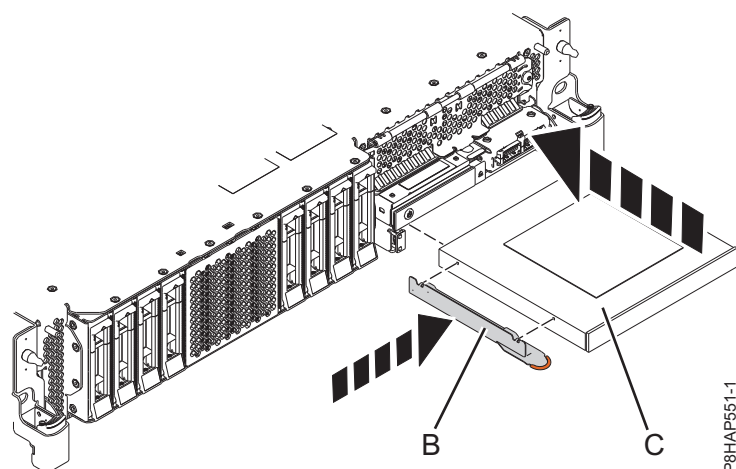
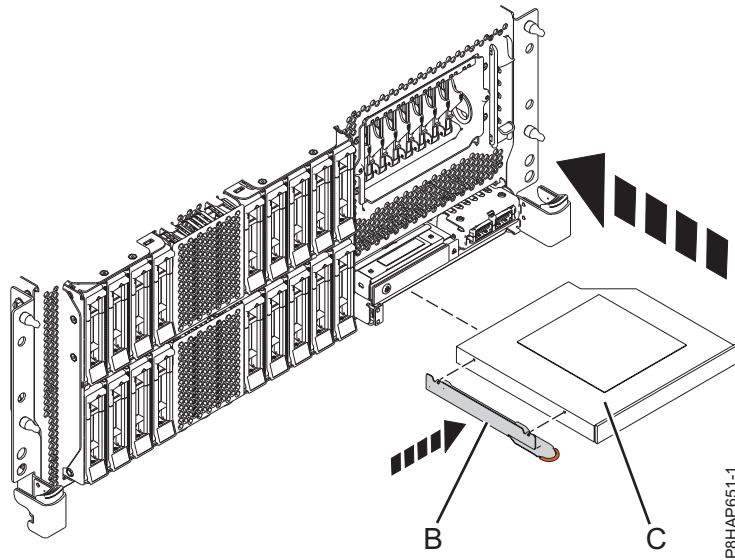
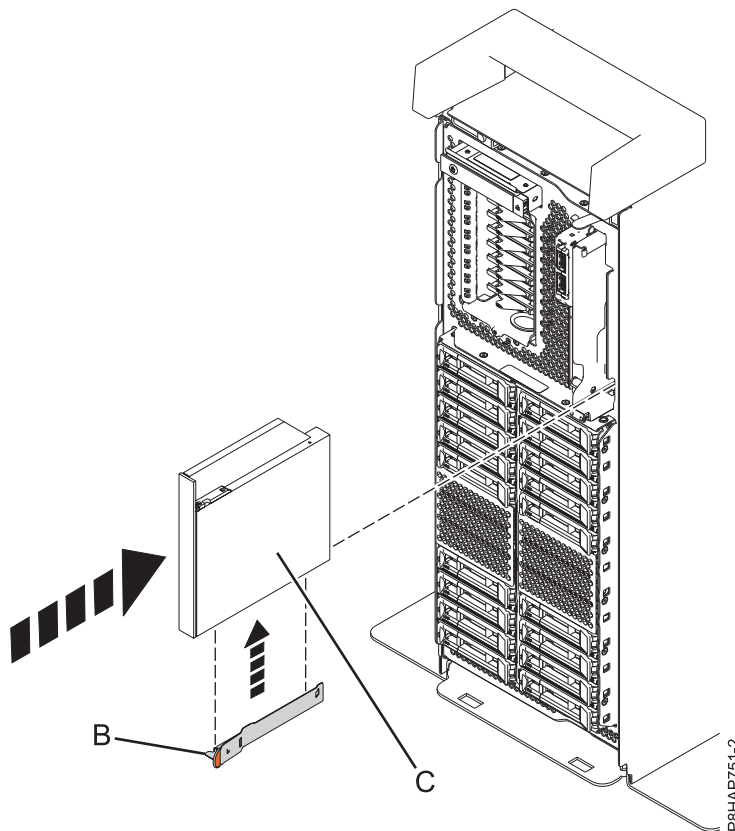

図 27. 5148-21L、5148-22L、 8247-21L、8247-22L、8284-21A、または 8284-22A システムにおけるスリムライン・メディア・デバイスの取り替え
図 28. ラック・マウント型 8247-42L、8286-41A、または 8286-42A システムにおけるスリムライン・メディア・デバイスの取り替え
図 29. スタンドアロン型システムにおけるスリムライン・メディア・デバイスの取り替え
5. 障害のあるスリムライン・メディア・デバイスから取り外した保持ブラケット (B) を取り出します。
6. 5148-21L、5148-22L、 8247-21L、8247-22L、8284-21A、または 8284-22A システムについては 図 27 を、ラック・マウント型 8247-42L、8286-41A、または 8286-42A システムについては 38 ページの図 28 を、また、スタンドアロン型 8286-41A システムについては 38 ページの図 29 を参照してください。
5148-21L、5148-22L、 8247-21L、8247-22L、8284-21A、または 8284-22A システムについては 図 27 を、ラック・マウント型 8247-42L、8286-41A、または 8286-42A システムについては 38 ページの図 28 を、また、スタンドアロン型 8286-41A システムについては 38 ページの図 29 を参照してください。